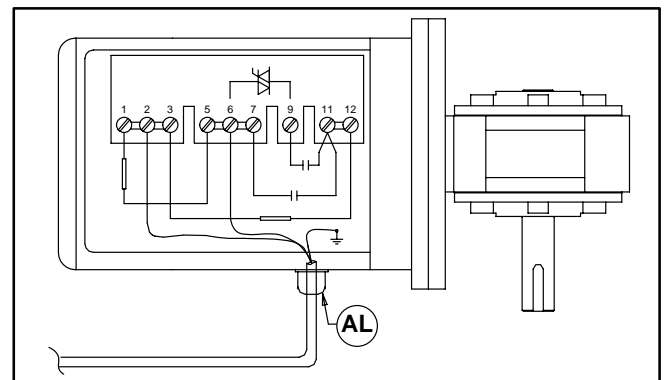

Abbildung 19
- b. Die Farben der Drahtleiter (Adern) an Klemmen 2, 6 und Erdungsklemme (Schutzleiter) (\perp) (Abbildung 19) aufschreiben. Klemmen 2, 6 und Erdungsklemme lösen und Drahtleiter (Adern) entfernen.
- c. Die Kabelklemme (AL siehe Abbildung 19) lösen und Kabel herausziehen.